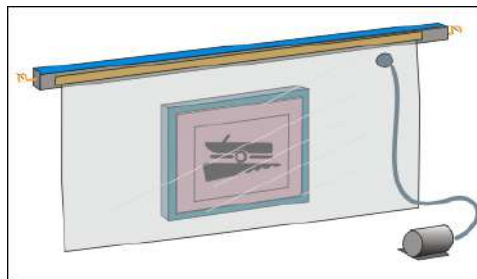

Imagen 224\_01
4. Se pone a funcionar el compresor que extrae el aire y produce el contacto (Imagen 224\_01).